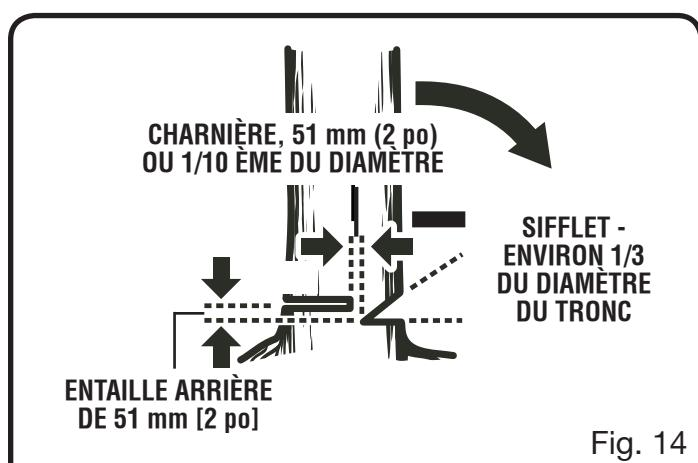

Fig. 14
- **Entaille de dessous.** Pratiquer une entaille d'environ le tiers du diamètre du tronc, perpendiculairement à la ligne de chute. Veiller à ce que les entailles du sifflet se rejoignent à angle droit par rapport à la ligne de chute. Le sifflet doit être taillé de façon à présenter une ligne droite. Pour empêcher le pincement de la scie sous le poids du bois, toujours effectuer l'entaille inférieure en premier. *Voir la figure 14.*
- **Entaille d'abattage.** L'entaille d'abattage doit toujours être de niveau et horizontale et effectuée à au moins 51 mm (2 po) au-dessus de l'entaille horizontale du sifflet. *Voir les figures 14 et 15.*
- Ne jamais couper jusqu'au sifflet. Toujours laisser une épaisseur de bois d'environ 51 mm (2 po) ou 1/10ème du diamètre du tronc entre l'entaille d'abattage et le sifflet. Ceci s'appelle une « charnière ». Cette charnière contrôle la chute de l'arbre et empêche le tronc de glisse, de pivoter ou de basculer sur la souche. *Voir les figures 14 et 15.*